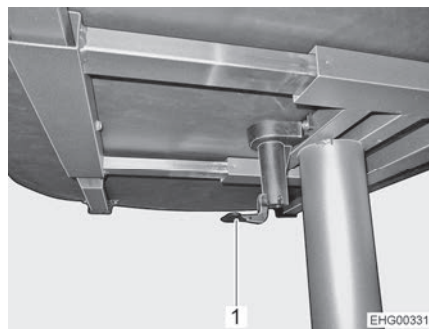

Bild 72 Hubtisch
- Den Hebel der zentralen Tischverriegelung (Bild 72,1) nach unten klappen.